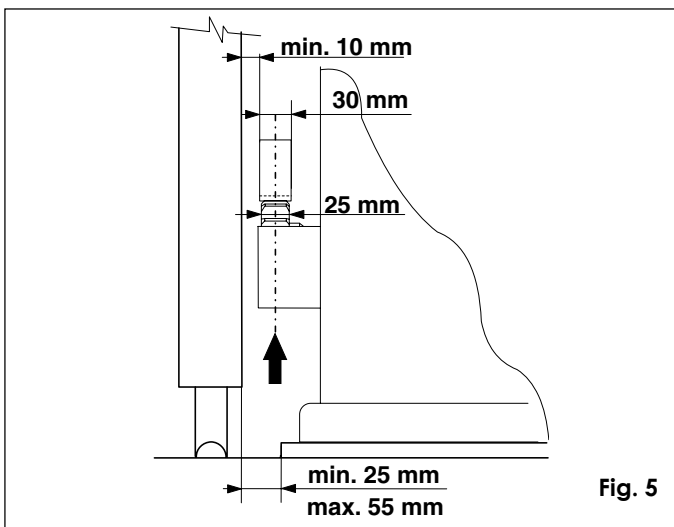

Fig. 5
Pour les cotes de positionnement, voir fig. 5.
- 2) Ajuster la hauteur des pieds en maintenant soulevé le motoréducteur de la plaque de 1 cm et à une distance du portail comme indiqué fig. 5.
Important: Pour la fixation de la crémaillère sur le portail, il faut construire des supports adaptés au type de portail à motoriser. La fig. 10 montre un exemple de fixation par équerre support. Pour leur positionnement, voir fig. 5 et 9.